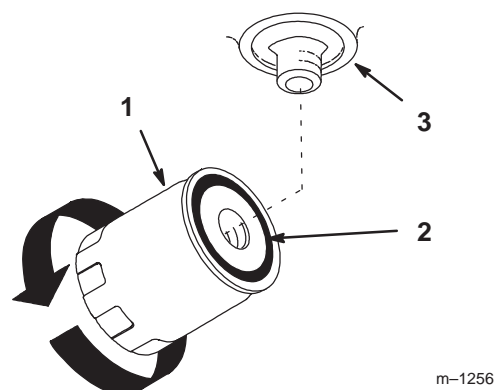

Figure 33
3. Appliquez une fine couche d'huile neuve sur le joint en caoutchouc du filtre de rechange (Fig. 33).
4. Montez le filtre de rechange sur l'adaptateur, Tournez le filtre dans le sens horaire jusqu'à ce que le joint en caoutchouc touche l'adaptateur, puis donnez 1/2 tour supplémentaire (Fig. 33).